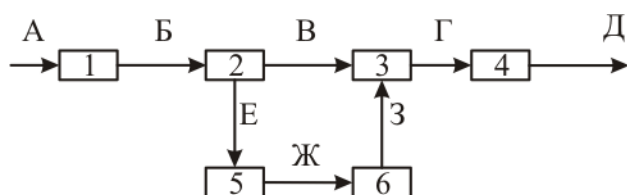

Рисунок 7.2 – Функциональная схема электропривода вентилятора
Задача 24. Основными элементами электропривода вентилятора (рисунок 7.2) являются: аппарат защиты от токов короткого замыкания (1), вводное коммутационное устройство (2), силовые контакты магнитного пускателя (3), электродвигатель (4), устройство дистанционного включения и отключения электропривода (5), катушка магнитного пускателя (6).